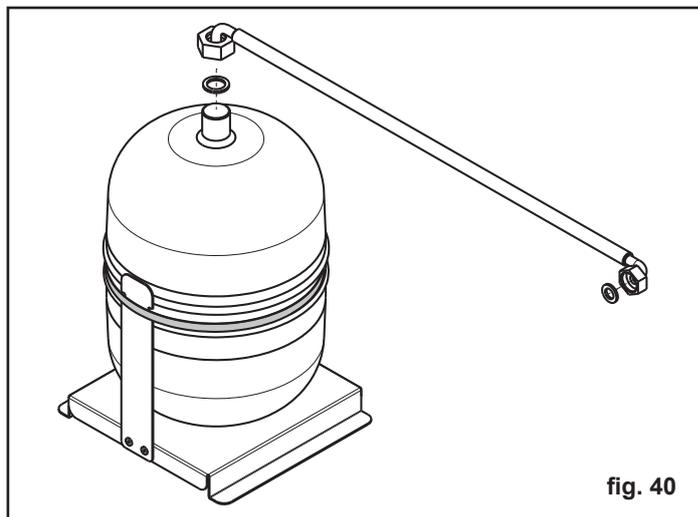

fig. 40
- Collegare la rampa al vaso interponendo la guarnizione da 3/4" (fig. 40).